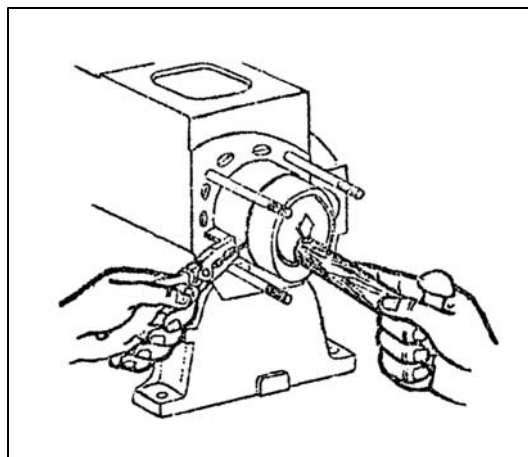

Рис. 7
5. При установке соединительной тяги поршня на блок цилиндра убедитесь, что смазочное отверстие на меньшей стороне соединительной тяги смотрит вверх. Кольцо из листовой стали может использоваться, чтобы надеть поршневые кольца и вставить поршень в гильзу цилиндра при помощи деревянной палочки (Рис. 7).